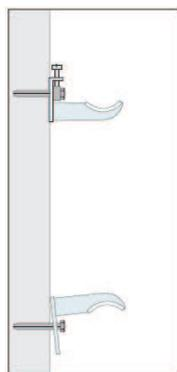

fig. 1
- 3) Les trous étant percés, insérez les chevilles et fixez les deux supports en métal pensez à introduire l'anneau en métal de régulation sur les vis de des supports supérieurs. Le support de fixation inférieur ne devra pas être serré pour le moment (**fig. 1**).